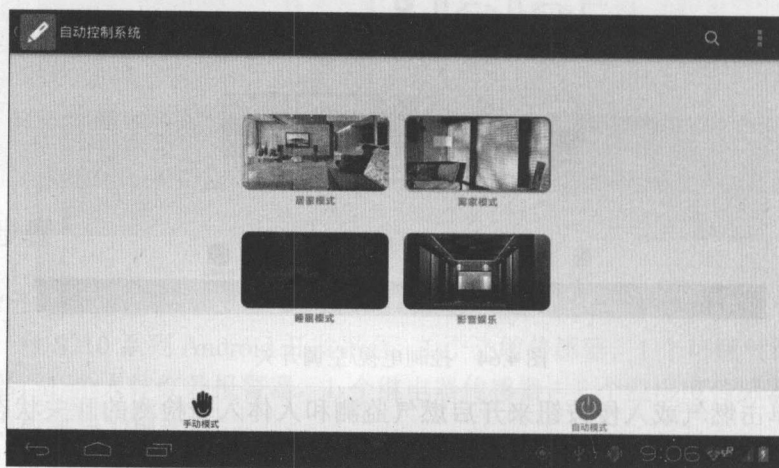

图 4.67 自动控制模块
(4) 滑动页面或者单击切换至“自动模式”，进入 AutoFragment，有四种情景模式供用户选择，如图 4.67 所示。